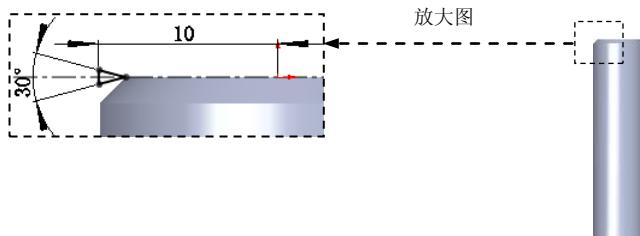

图 6.12.9 草图 3
(5) 单击 按钮，完成螺旋线 1 的创建。
Step6. 创建图 6.12.9 所示的草图 3。选择下拉菜单 **插入(I)** **草图绘制** 命令，选取上视基准面为草图基准面，绘制图 6.12.9 所示的草图 3。